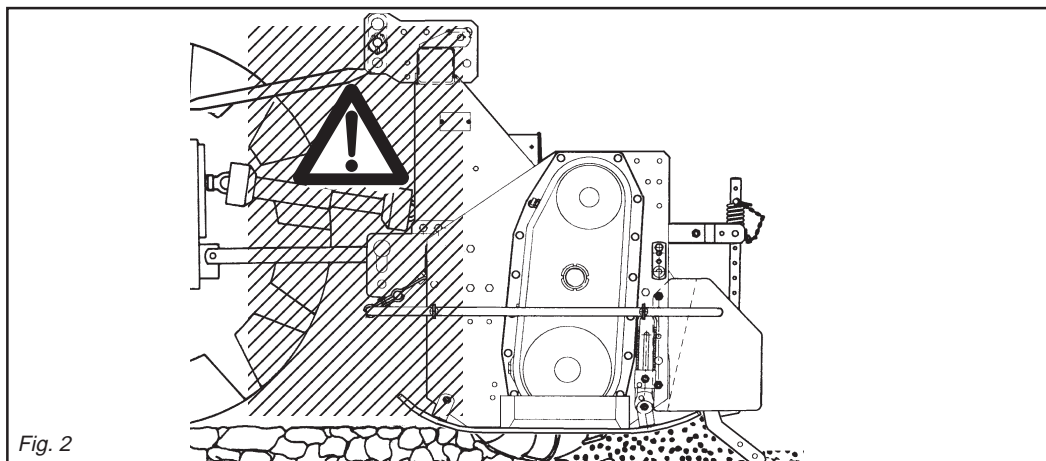

Fig. 2
- 24) Es ist absolut verboten, bei laufendem Motor und eingeschalteter Gelenk-welle zwischen den Schlepper und das Maschine zu treten (Abb. 2). Dazu muß die Feststellbremse gezogen werden und unter die Räder ein Bremskeil oder ein großer Stein gelegt worden sein.
- 24) *Il est absolument interdit de se mettre entre le tracteur et l'appareil (Fig. 2) quand le moteur est en marche et le cardan enclenché, sans avoir tiré le frein de stationnement et bloqué les roues avec une cale ou un caillou.*
- 24) Está terminantemente prohibido colocarse entre el tractor y el equipo (Fig. 2) con motor encendido y cardán inserido, o sin haber accionado el freno de estacionamiento y de colocar, debajo de las ruedas, una piedra u otro elemento de bloqueo.
- 28) È assolutamente vietato inteporsi fra il trattore e l'attacco della macchina per manovrare il comando dall'esterno per il sollevamento (Fig. 2).
- 28) It is absolutely forbidden to stand between the tractor and the implement when manoeuvring the lift control from the outside (Fig. 2).
- 28) Es ist absolut verboten, zwischen den Schlepper und den Anschluß zu treten, um die Aushebung von außen zu betätigen (Abb. 2).
- 28) Il est absolument interdit de se mettre entre le tracteur et l'attelage pour manoeuvrer la commande de relevage de l'extérieur (Fig. 2).